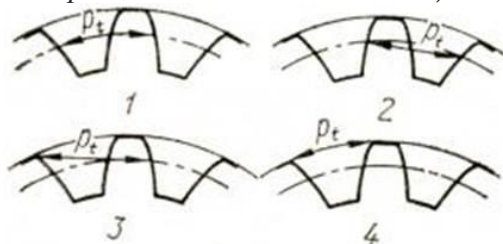

Рис. 1
3.06. На каком рисунке правильно показан шаг зацепления (рис.1)?